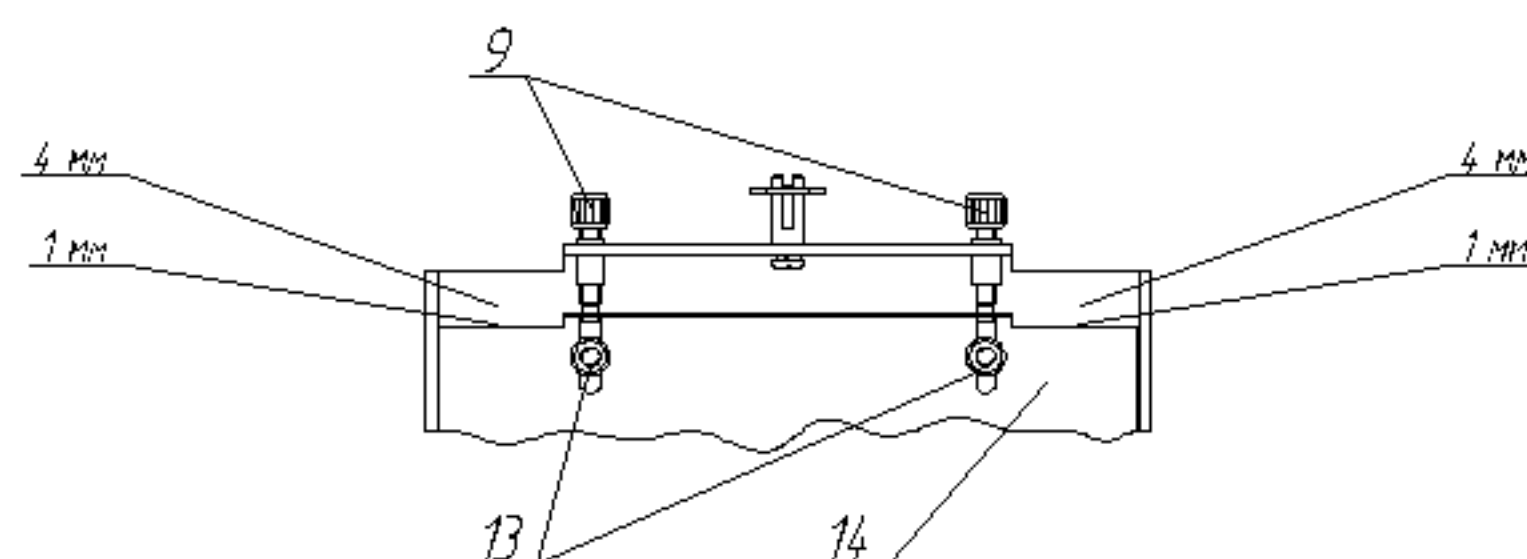

Рис.2 Регулировка толщины блинной заготовки.
- Зафиксируйте требуемую толщину блинной заготовки (1 - 4 мм). Для этого отпустите гайки 13 на 1/2 оборота и винтами 9 отрегулируйте положение разглаживателя 14 (правую и левую верхние кромки разглаживателя следует установить параллельно друг другу в диапазоне между рисками на корпусе каретки, соответствующими толщине блинной заготовки 1 и 4 мм, см. рис. 2). После этого затяните гайки 13.